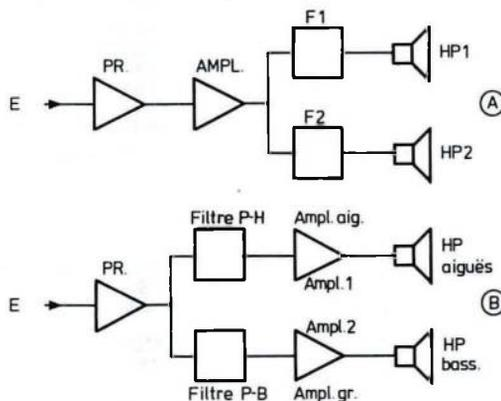

Figure 1
biamplication lorsqu'il y a deux voies. A la **figure 1** on montre, en (A), le système classique à un seul amplificateur suivi de deux filtres et de deux haut-parleurs spécialisés de voies.
Dans le cas de la stéréophonie à deux canaux, il suffira de reproduire le système monophonique autant de fois qu'il y a de canaux, par exemple deux fois pour la stéréo à deux canaux. Le système (B) **figure 1** serait alors doublé. La biamplication, séparant la bande BF en deux voies peut être jugée insuffisante pour certains. Pour leur donner satisfaction, on passera de la biamplication à la triamplication.
On notera que les éléments des montages des **figures 1 à 4** sont les mêmes en ce qui concerne les préamplificateurs et les filtres.